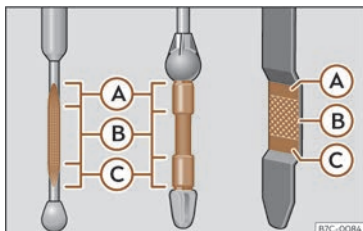

Abb. 235 Ölmesstab
- Den Messstab anschließend wieder herausziehen und den Ölstand ablesen >>> (Abb. 235). Füllen Sie gegebenenfalls Motoröl nach.
• Wenn der Ölstand mindestens den Bereich >>> (Abb. 235) Ⓑ erreicht hat, vorsichtig den Deckel des Einfüllstutzens aufschrauben >>> ⓪. Motoröl-Spezifikation >>> S. 375.